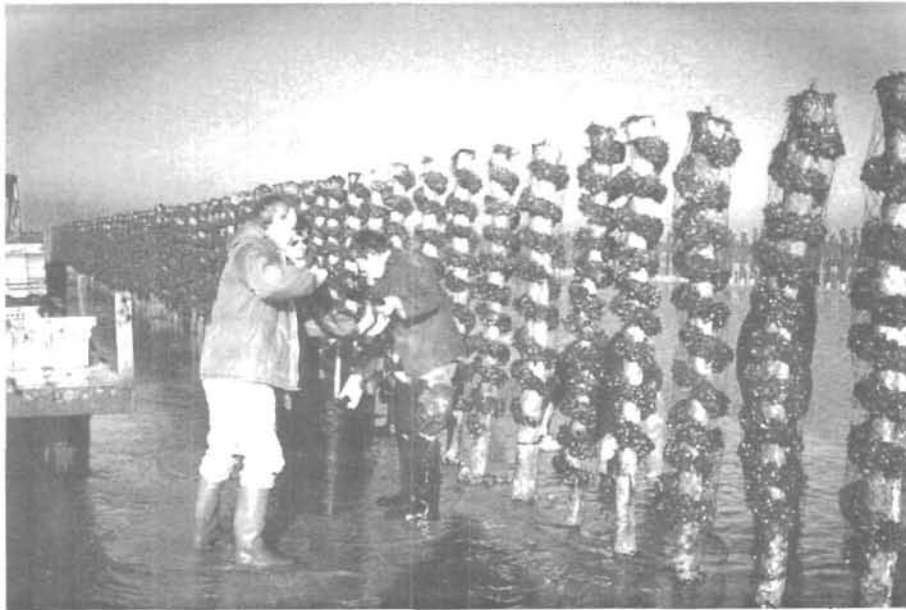

Figure 2 - Les bouchots peuvent difficilement s'étendre (ici, dans la baie de Saint-Brieuc)
- **Les bouchots** s'alignent sur les façades ouest et est du Cotentin, dans les baies de Saint-Brieuc, du Mont-Saint-Michel, sur les côtes de Vendée, de Charente-Maritime... (Figure 2).